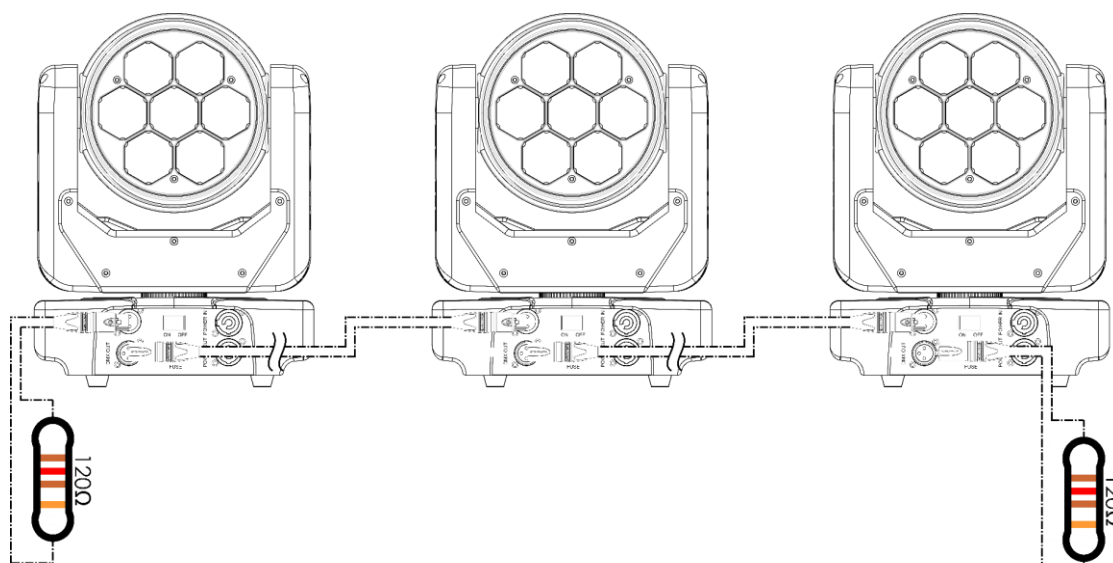

Abb. 12
- 02) Wiederholen Sie Schritt 1, um alle Geräte wie in Abb. 12 gezeigt anzuschließen.